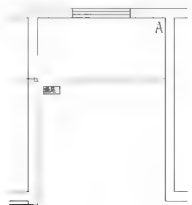
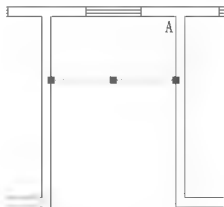

图 2.96 垂足捕捉
图 2.97 显示冷夹点
② 在指定下一点或 [放弃(U)]:提示下,将光标水平向左拖动到如图 2.96 所示处,出现垂足捕捉后单击,按 Enter 键结束命令。
(3) 利用夹点编辑生成其他踏步线。
① 在无命令时单击刚才绘制的直线,在直线的左右端点和中点处将出现蓝色的冷夹点,如图 2.97 所示。